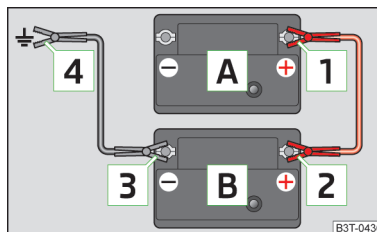

Fig. 116
- Sæt klemmen **1** fast på pluspolen på det afladene batteri **A** » Fig. 116.